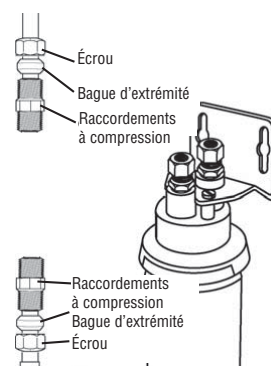

Figure 8
- Deux raccords à compression doivent être placés aux extrémités du tuyau. Vérifier la taille du tuyau. Utiliser des adaptateurs de raccordement à compression de 3/8 po x 3/8 po, 1/2 po x 3/8 po ou 5/8 po x 3/8 po au besoin. Faire glisser l'écrou et la bague d'extrémité sur le tuyau d'eau tel qu'illustré et fixer les raccords en place (figure 8).